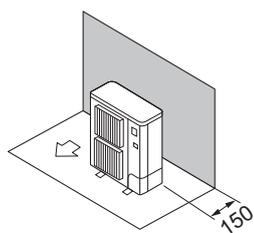

Fig. 3-5
① Obstáculos apenas na parte de trás (Fig. 3-5)